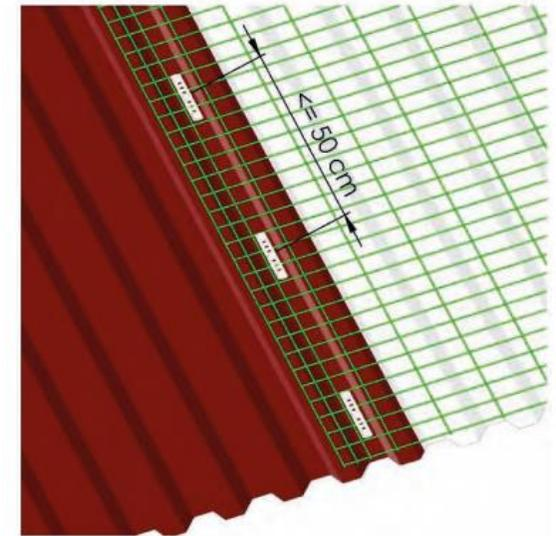

Fig. 15: Dettaglio schema di posa D.
- posizionare le piastre Inox con la guarnizione a un **interasse centro piastra-centro piastra ≤ 50 cm** (Fig.14, Fig.15 e Tab. 9);